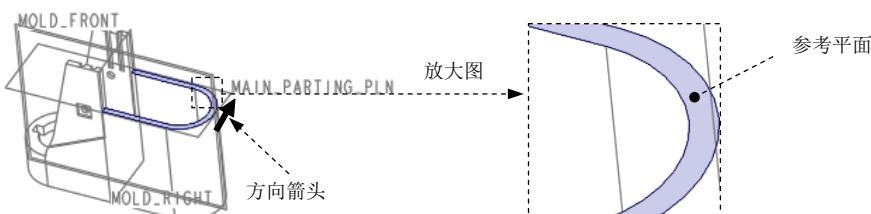

图 19.4 定义草绘平面
(1) 选择命令。单击 **模具** 功能选项卡 **形状** ▾ **区域** 中的 **拉伸** 按钮。
(2) 定义草绘截面放置属性。在绘图区中右击，从快捷菜单中选择 **定义内部草绘...** 命令，系统弹出“草绘”对话框，然后选择 MOLD_FRONT 基准平面作为草绘平面，接受图 19.4 中默认的箭头方向为草绘视图方向，然后选取图 19.4 所示的模型表面为参考平面，方向为上，单击 **草绘** 按钮，系统至此进入截面草绘环境。